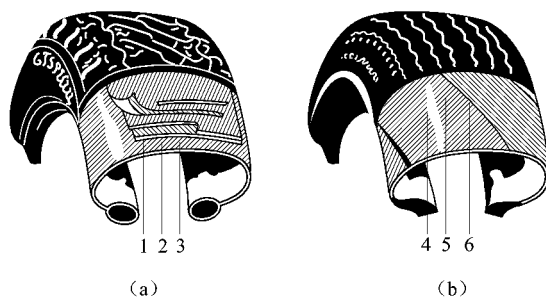

图 5-19 子午线及斜交轮胎的结构
(1) 性能 上海桑塔纳轿车使用的是子午线无内胎轮胎,如图 5-19 所示,与有内胎的轮胎相比,它的气密性较好。并且由于可直接通过轮辋散热,因此工作温度较低,轮胎使用寿命较长,耐磨损,承载能力强,缓冲性能好,滚动阻力小,吸收能量少,滑行距离长,能够减少耗油量,轿车的行驶平顺性也大大提高。此外,子午线轮胎结构简单,质量较好。它在穿孔时压力也不会迅速下降,仍能行驶,除非轮胎爆破才失效,这是由于它具有独特的结构。